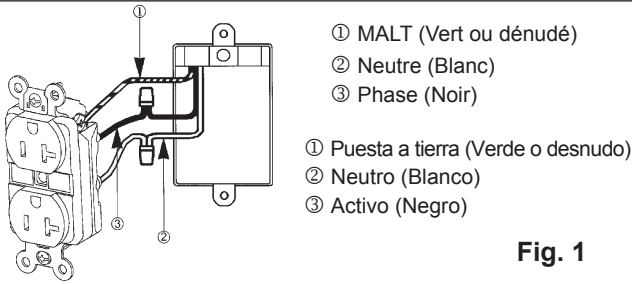

Fig. 1
- El borne verde de puesta a tierra debe estar conectado a un conductor de puesta a tierra del equipo o a una canalización metálica puesta a tierra (ver la Fig. 1). Ajustar el tornillo del borne verde de puesta a tierra con un par de 1,0 a 1,4 N·m.